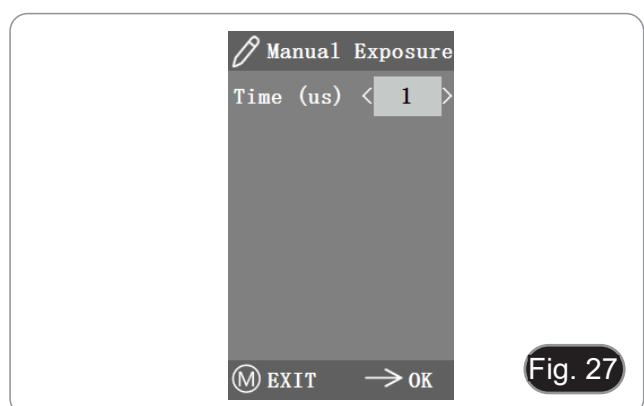

Fig. 27
- Bei der manuellen Belichtung können Sie die Belichtung auch über den Wert der "Belichtungszeit" einstellen. (Fig. 27)